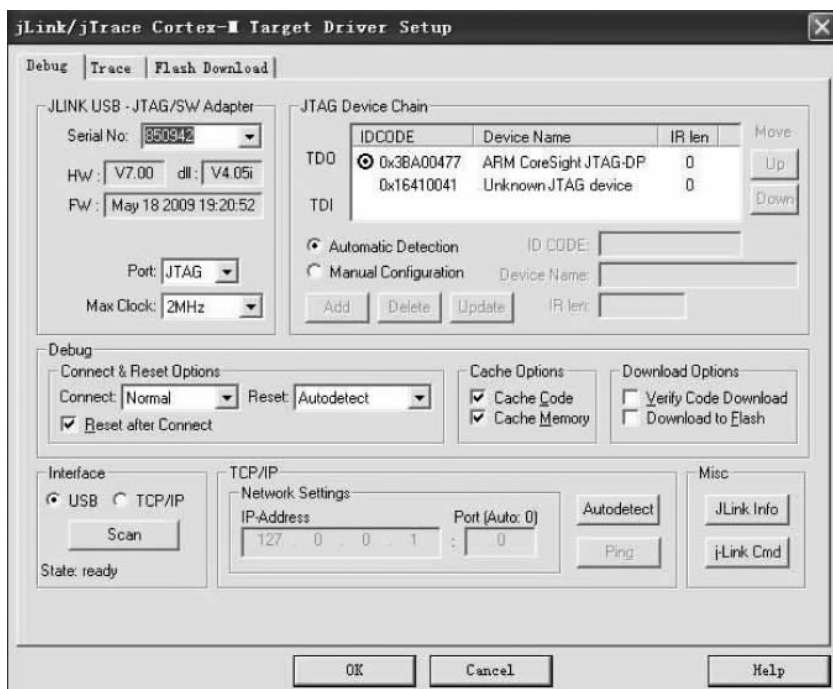

图 3-3 Debug 设置界面
(3) 如图 3-3 所示,选择 Debug 标签。使用如图 3-3 所示 CM3 J-Link 方式单击 Settings 进入配置界面。